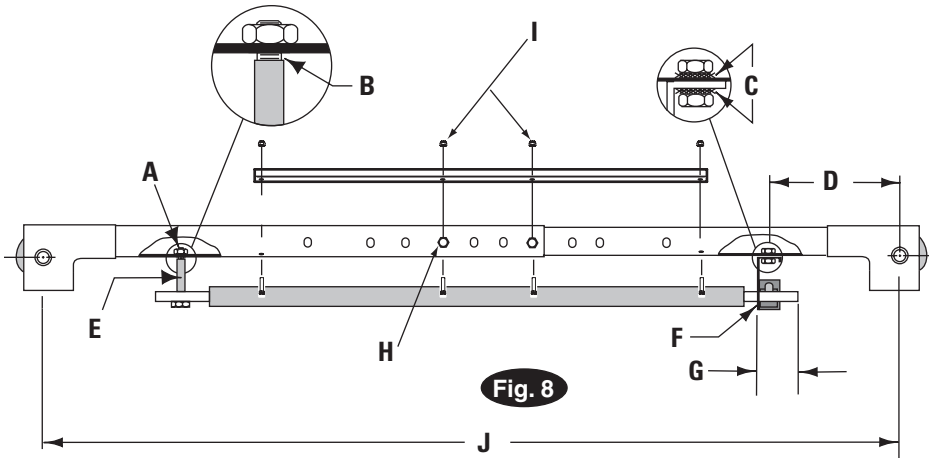
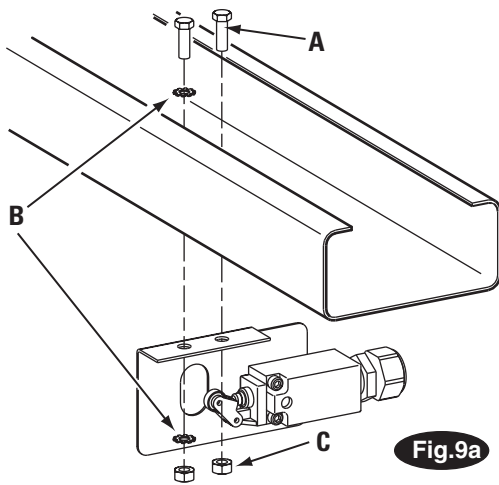

Fig. 8 Información
Fig. 9a Información
**8. Ensamblaje del puente:** Ajuste el puente a 2896 mm entre la línea central de los pasadores de la polea, Fig. 8. Instale (2) 3/8"-16NC x HHCS de tope de 3/4" y contratuercas de tapón; no los apriete. Instale el ángulo del contrafuerte del puente en el centro del puente utilizando (4) 3/8"-16NC x 1 HHCS de tope de 3/4" y contratuercas de tapón, consulte la Fig. 8.
**8a. Interruptor del puente para los elevadores de la serie M:** Monte el interruptor del puente hacia la columna de la unidad de potencia utilizando tornillos ciegos de cabeza hexagonal (2) 1/4"-20NC x 3/4" long., tuercas de 1/4"-20NC y arandelas de estrella de 1/4", Fig. 8 y Fig. 9a.
**8b. Continuación de la instalación del puente:** Inserte el HHCS de 1/4"-20NC x 2-3/4" a través del orificio de pivote en el extremo de la barra de distribución. Introduzca el extremo opuesto de la barra a través de la ranura del soporte de montaje de distribución, Fig.8.